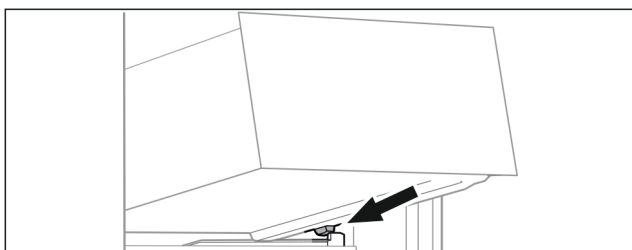

Fig. 72
- Sett skuffen på skrå bak stopperne på beholderribben. (se Fig. 72)